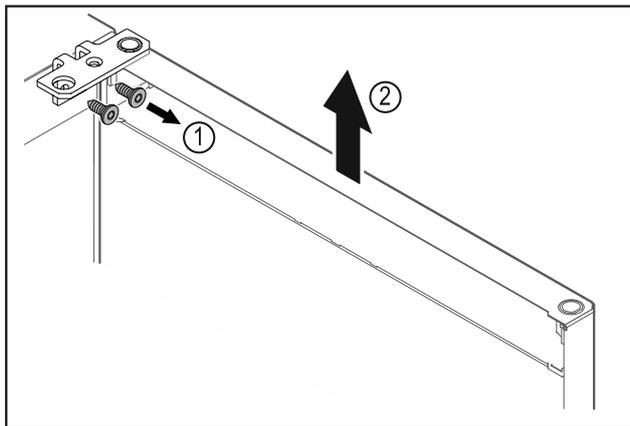

Fig. 13
- ▶ Развийте ъгъла на пантата Fig. 13 (1).
- ▶ Повдигнете вратата заедно с ъгъла на пантата Fig. 13 (2) приблизително 200 mm право нагоре и я свалете.